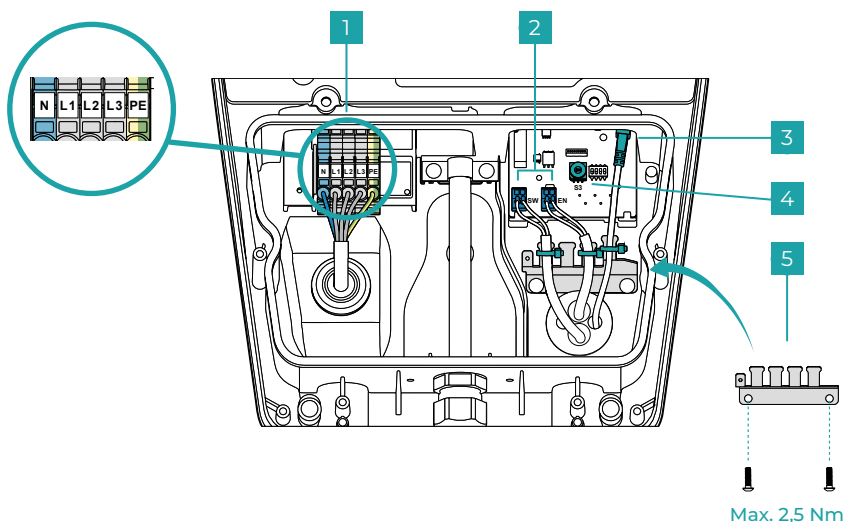
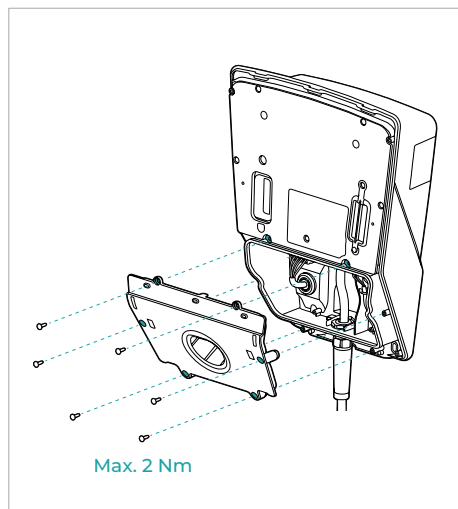

Fig. 6
Fig. 7
Som tillval kan en extern spärranordning (t.ex. nyckelbrytare) anslutas till det interna gränssnittet (fig. 6 - nr 2 - EN-gränssnitt).
- Förbered nätmatningsledningen (Ø 10 - 20 mm/max. 5*6 mm²) och anslut den som i **fig. 6 - nr 1**. I figuren visas nätanslutningen med tre faser. För att ansluta laddningssystemet via en fas i nätet ska N, L1 och PE användas.
- Konfigurera max. laddningsström till mellan 6 A och 16 A med hjälp av vridbrytaren S3 som i **fig. 6 - nr 4**.
- Tillval: Förbered dataledningarna (digital ingång (EN)/utgång (SW) och LAN) och anslut dem som i **fig. 6 - nr 2 & 3**. Ta bort kabelbryggan om en extern spärranordning ska anslutas via den digitala ingången.
Montera dragavlastningen som i **fig. 6 - nr 5** och fixera dataledningarna med buntband. Montera den nedre kåpan på laddningssystemet som i **fig. 7**.